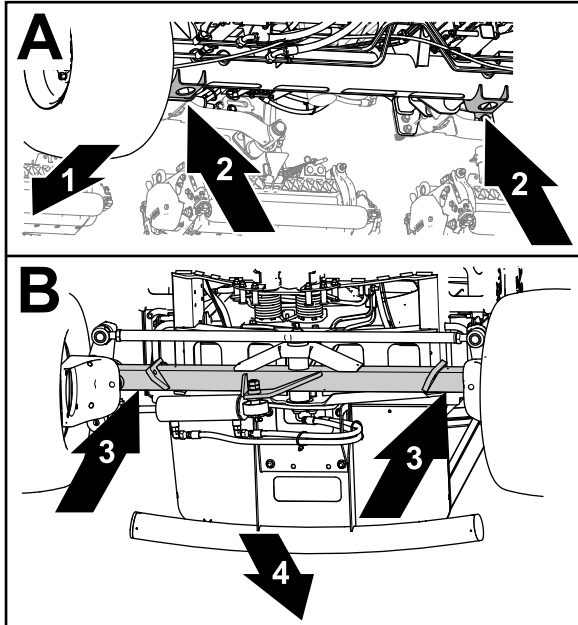

Figura 105
- Delante – los puntos de apoyo del gato del tubo del eje delantero (Figura 105).